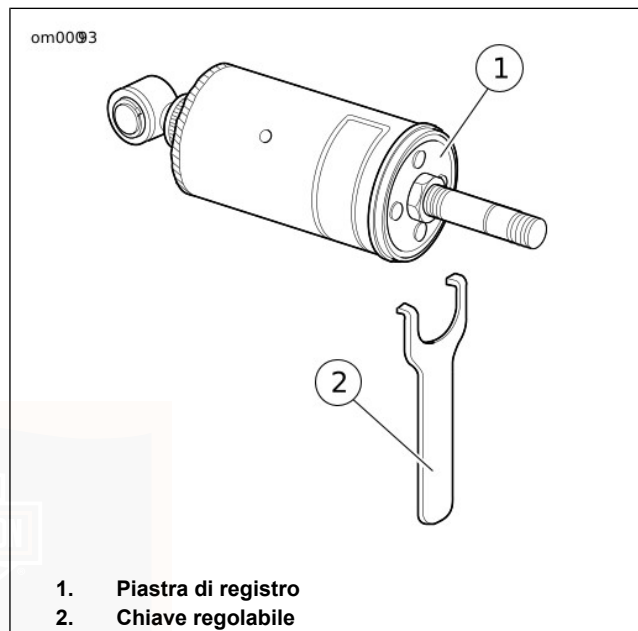

Figura 14. Registrazione degli ammortizzatori posteriori: modelli Softail
2. Vedere Figura 14. Con una CHIAVE REGOLABILE (N. CODICE: 94455-89), girare la piastra di registro della molla nella posizione desiderata.